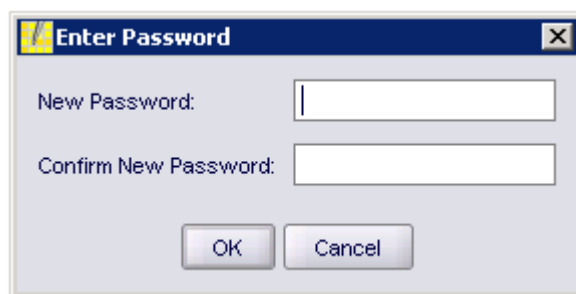

Imagen 54
5. - Nos aparecerá una ventana (**Imagen 54**) en la que nos pedirá la nueva contraseña (**New Password**) y confirmar la nueva contraseña (**Confirm New Password**):